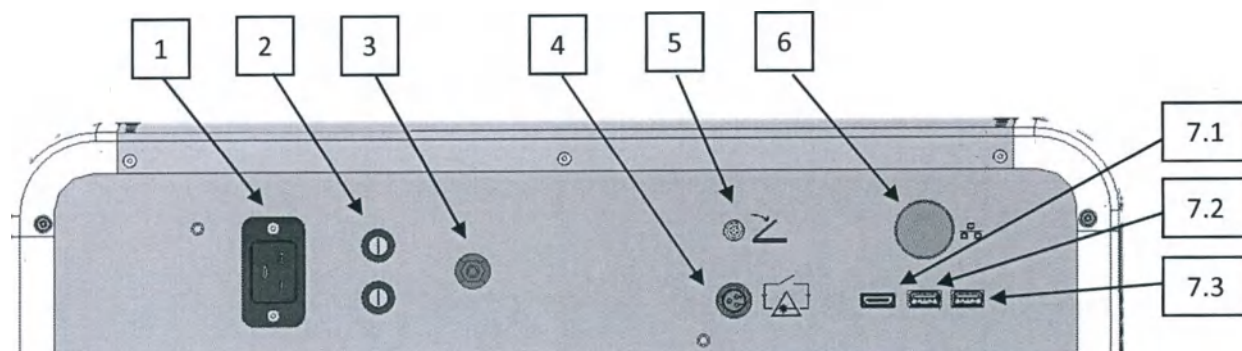

Рис. 6- Аппарат лазерный хирургический «Urolase +» по ТУ 26.60.13–063-18003536-2023.
При проводном типе подключения необходимо присоединить кабель к разъёму (5) на задней панели Аппарата (Рисунок 6) и к разъёму проводного соединения педали.